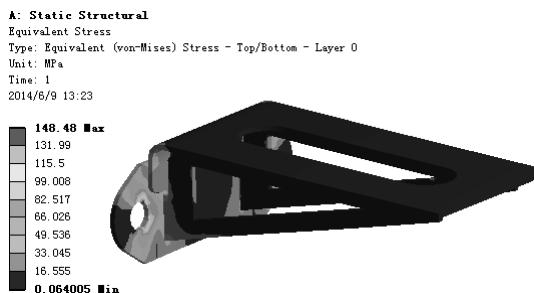

图 7.11.20 应力结果图解
(1) 求解分析。在顶部工具栏中单击  按钮求解分析。
(2) 查看应力结果图解。在“Outline”窗口中选中  **Equivalent Stress**，查看图 7.11.20 所示的应力结果，其最小应力为 0.064005MPa，最大应力为 148.48MPa。